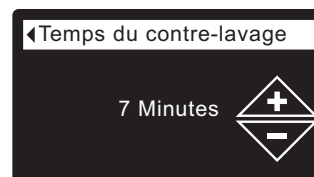

FIG. 76
- 8a. **Temps du contre-lavage** : Appuyez sur le bouton HAUT (▲) ou BAS (▼) pour modifier la durée du lavage à contre-courant. Maintenez le bouton enfoncé pour faire défiler rapidement. La plage de réglage du contre-lavage est 1 - 30 minutes* (cf. Figure 76).